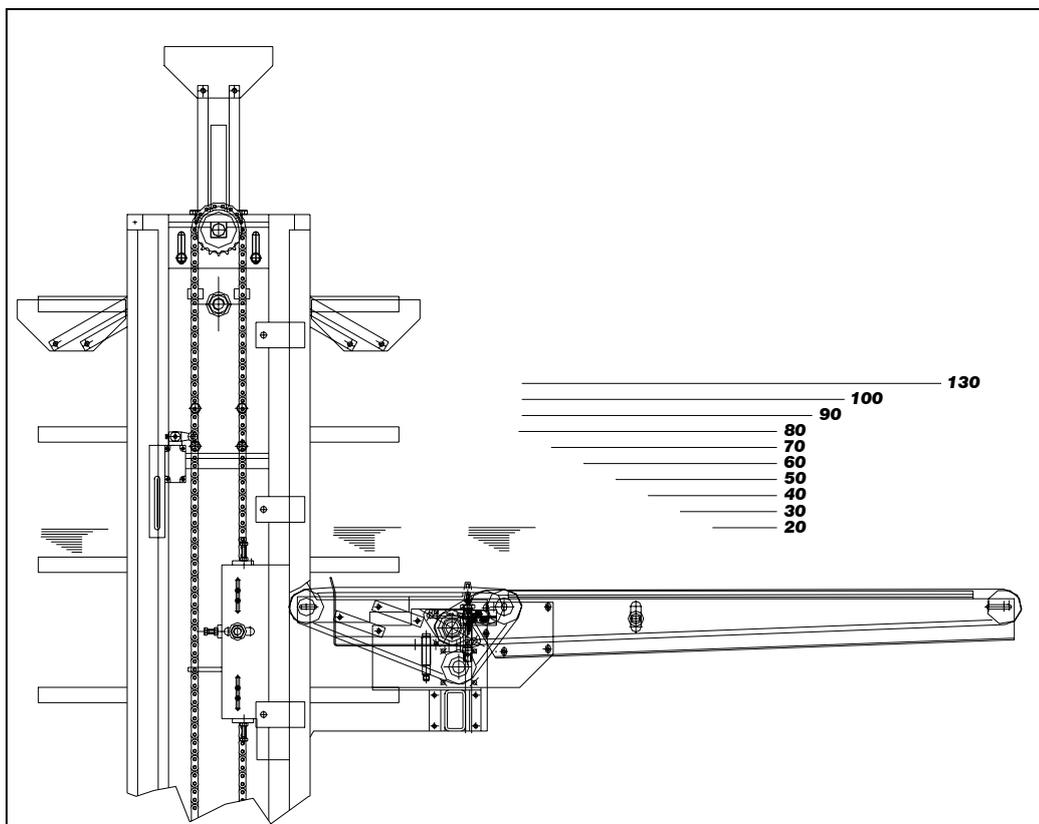

Fig.8.7
2. Regolare le battute pneumatiche in funzione della larghezza delle aste. Agire sul pomello (Fig.8.6-1), per consentire il corretto caricamento delle aste e regolare la distanza misurando la larghezza della cornice (Fig.8.6-2), vedi il diagramma di carico Fig.8.7.